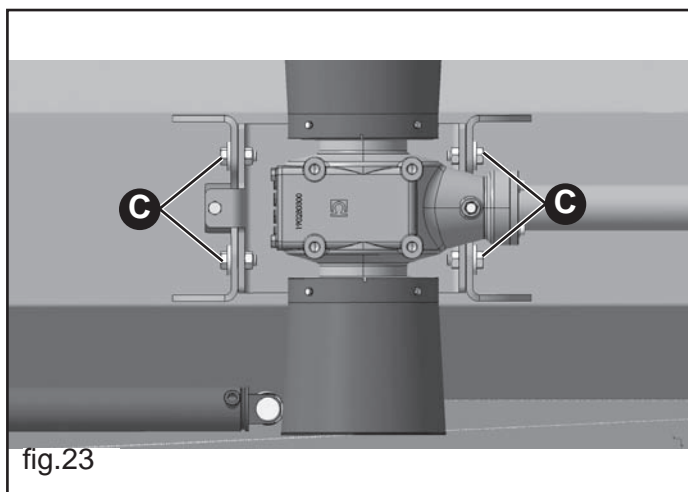
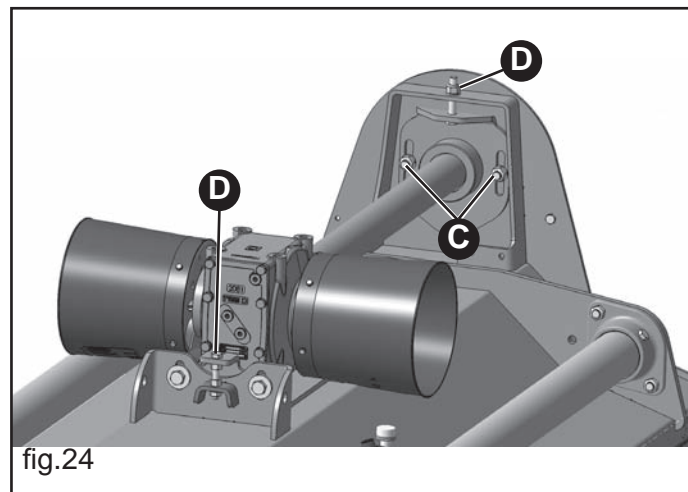

fig.23
fig.24
- Allentare le viti che fissano il moltiplicatore alla carpenteria (C fig.23 (N.4) + C fig.24 (N.2)).
- Andare ad agire sulle viti di registro (D fig.24 (N.2)) facendo in modo che le cinghie raggiungano la corretta tensione, o allentarle e sostituirle in caso di sostituzione cinghie.